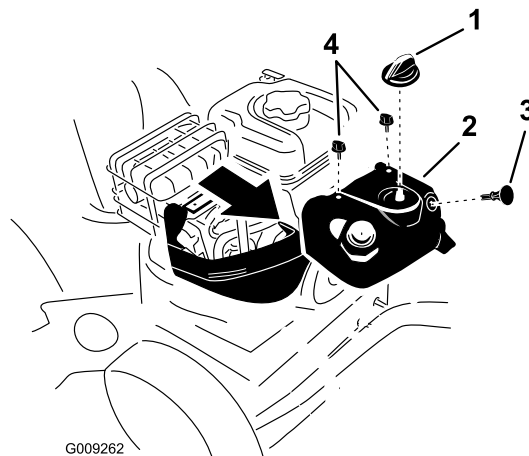

Figure 43
Remarque: Vous devez déposer le capot anti-neige pour accéder à la bougie d'allumage (Figure 43).
1. Enlevez la commande de starter et la clé de contact (Figure 43).
2. Enlevez les 2 vis qui fixent le capot anti-neige à la fraise à neige (Figure 43).